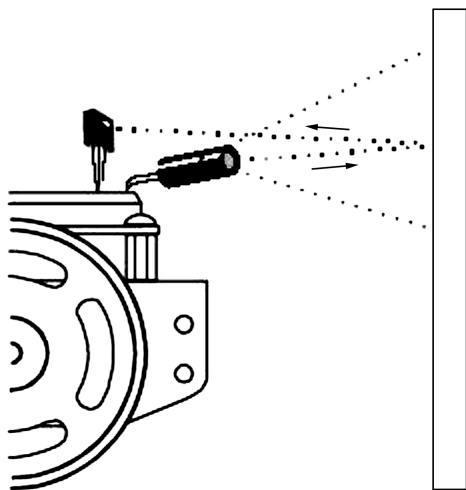

图 5-1 用红外光探测障碍物
在机器人上建立的红外光探测物体系统，在许多方面就像汽车的前灯系统。当汽车前灯射出的光从障碍物反射回来时，人的眼睛就发现了障碍物，然后大脑处理这些信息，并据此控制身体动作驾驶汽车。机器人使用红外线二极管 LED 作为前灯，如图 5-1 所示。
- 放一个物体，如手或一张纸，距离左侧 IR 组 2~3cm 处，如图 5-1 所示；